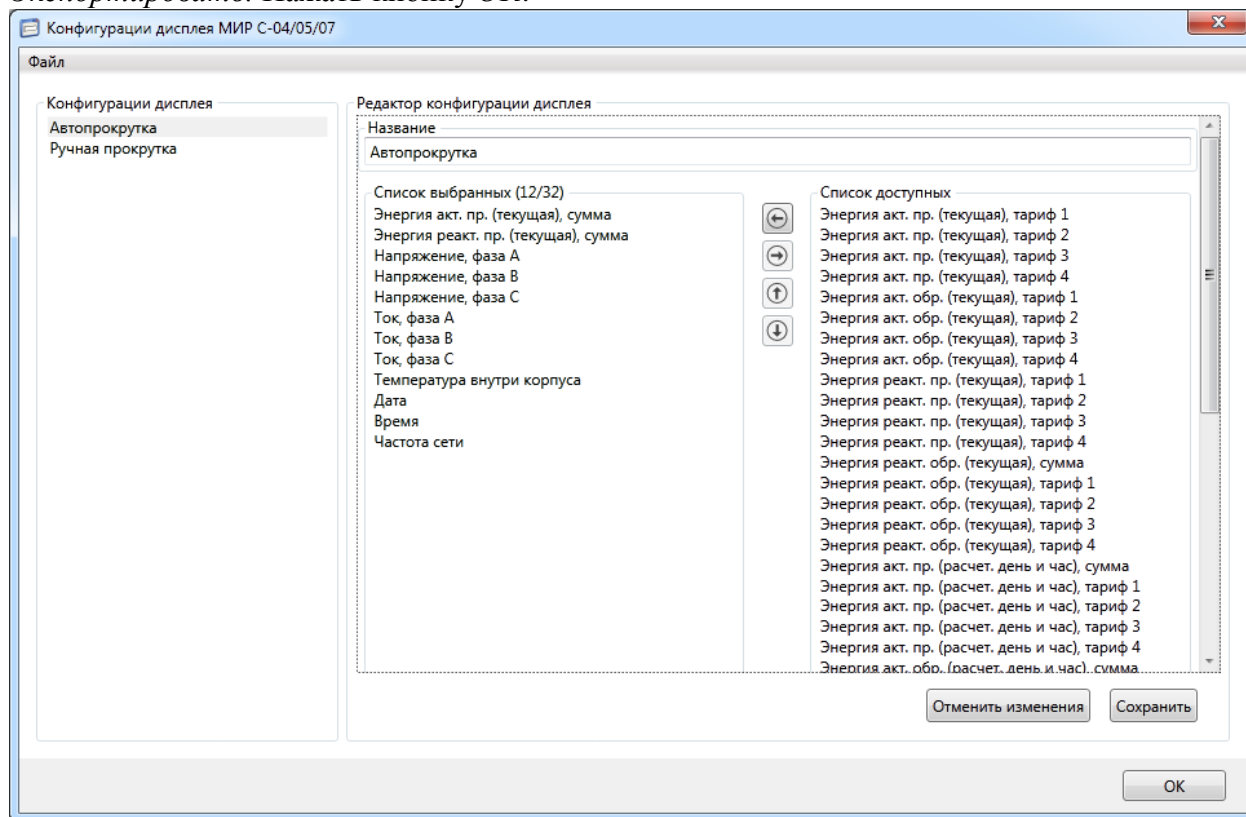

Рисунок 9.19 – Создание/редактирование конфигураций дисплея
9.5.8.5 При необходимости, создать еще одну конфигурацию, например, *Ручная прокрутка* (рисунок 9.19).